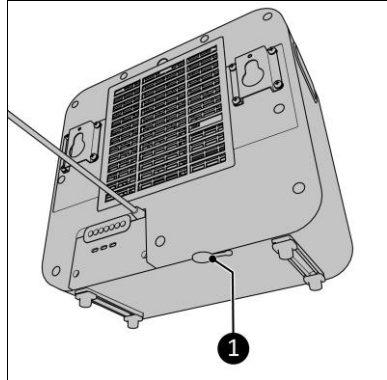

Abbildung 18
4. Der Wassersperrestopfen an der Unterseite des Innengeräts muss eingesteckt sein (Abbildung 18, Pos. 2).